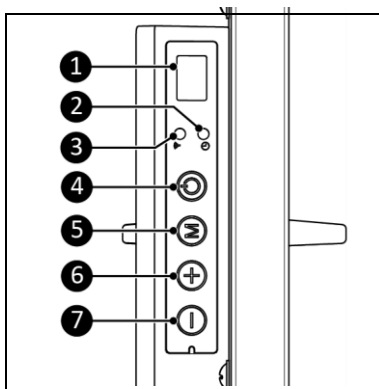

Figure 4
1. Lorsque la fiche d'alimentation est insérée dans la prise murale, l'écran affiche « OFF » (figure 4, pos. 1).
2. Appuyez sur la touche ON/OFF du panneau de commande (figure 4, pos. 4).
3. L'écran (figure 4, pos. 1) affiche la température ambiante (la température préréglée est de 20 °C).